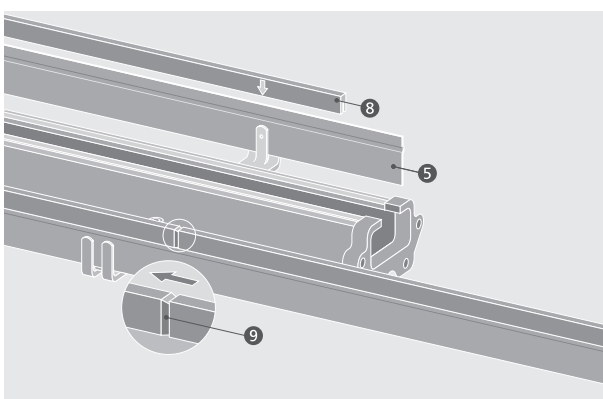

Abbildung 5.8.4
- Kunststoffgleitprofile (8) fest auf die Oberkante der Stützbleche (5) drücken. (Abb. 5.8.4)
Die Kunststoffgleitprofile dürfen keine Lücken bilden und müssen in Förderrichtung mit einer leichten Fase (9) versehen sein, um der Plattenkette im Betrieb keinen Widerstand zu bieten. (Abb. 5.8.4)